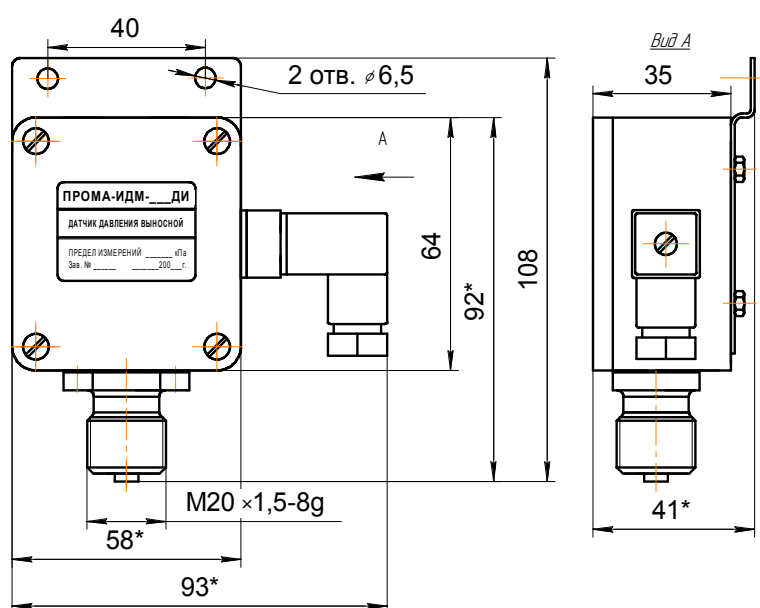

Рис. 4.1. Датчик выносной ПРОМА-ИДМ(В)-ДИ, ДВ, ДИВ.
- Рис. 4.1. Датчик выносной ПРОМА-ИДМ(в)-ДИ, ДВ, ДИВ. Габаритный чертеж.